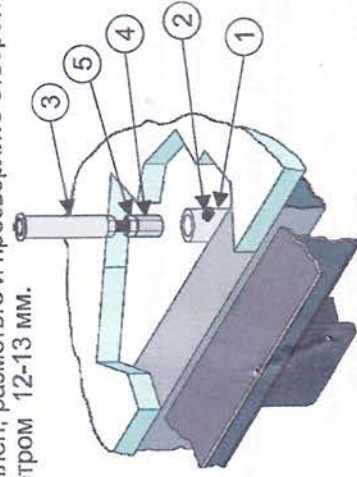

Рис. 3.
• Перед облицовкой крышки на фрагменте покрытия, который будет на ней закреплен, разметьте и просверлите отверстие для кнопки-толкателя, Рис. 3, • диаметром 12-13 мм.